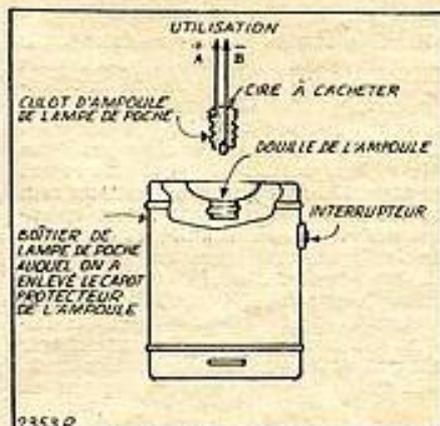

FIG. 5. — Prise de courant à vis, type subminiature, se branchant sur une lampe de poche (ou sur une douille pour ampoule de lampe de poche).
L'intérieur du culot est garni entièrement de cire à cacheter (préalablement fondue à la flamme, de la même façon que lorsqu'on l'utilise pour cacheter une lettre, par exemple). Le fil de cuivre (A) soudé au culot, correspond au pôle positif pour l'utilisation. Les deux fils électriques hors de la cire à cacheter sont torsadés, de manière à leur donner un meilleur aspect. La cire à cacheter dépasse le culot de quelques mm et on réalise un petit arrondi. Pour utiliser cette prise, on la visse simplement à la place de l'ampoule d'une lampe de poche du type classique (fig. 5). Sous un aspect compact et avec un interrupteur, on a ainsi une tension disponible de 4,5 V, utilisable pour l'alimentation d'un récepteur à transistor, un moteur électrique basse tension, etc. fonctionnant sur ladite tension.